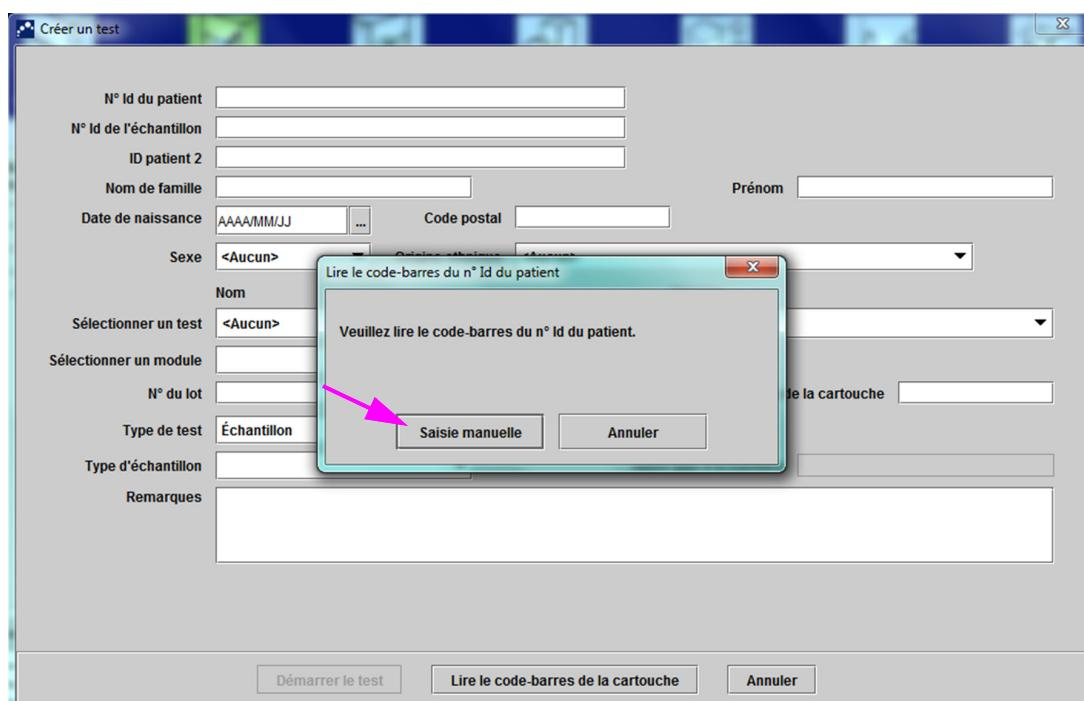

Figure 5-19. Fenêtre **Créer un test** et boîte de dialogue **Lire le code-barres du n° Id du patient**
1. Dans la fenêtre GeneXpert Dx System, cliquez sur **Créer un test** dans la barre de menus. La boîte de dialogue Lire le code-barres du n° Id du patient apparaît. Voir Figure 5-19.